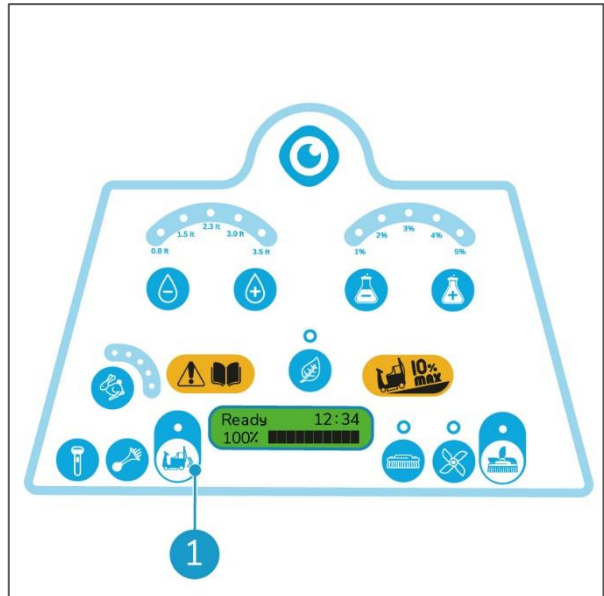

Figura 24
2. Premere il pulsante (Figura 24, pos 1) per selezionare la retromarcia.